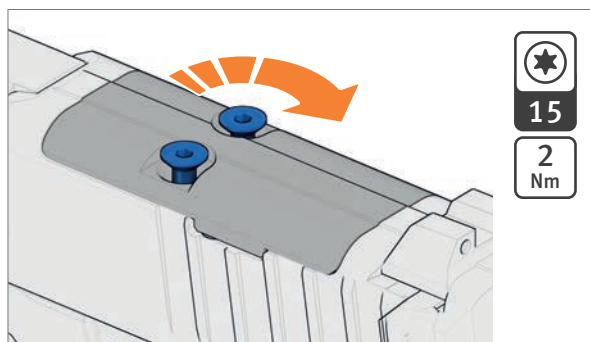

Abb. 40: Schrauben festziehen
4. Schrauben festziehen bis das Drehmoment erreicht ist (Abb. 40).